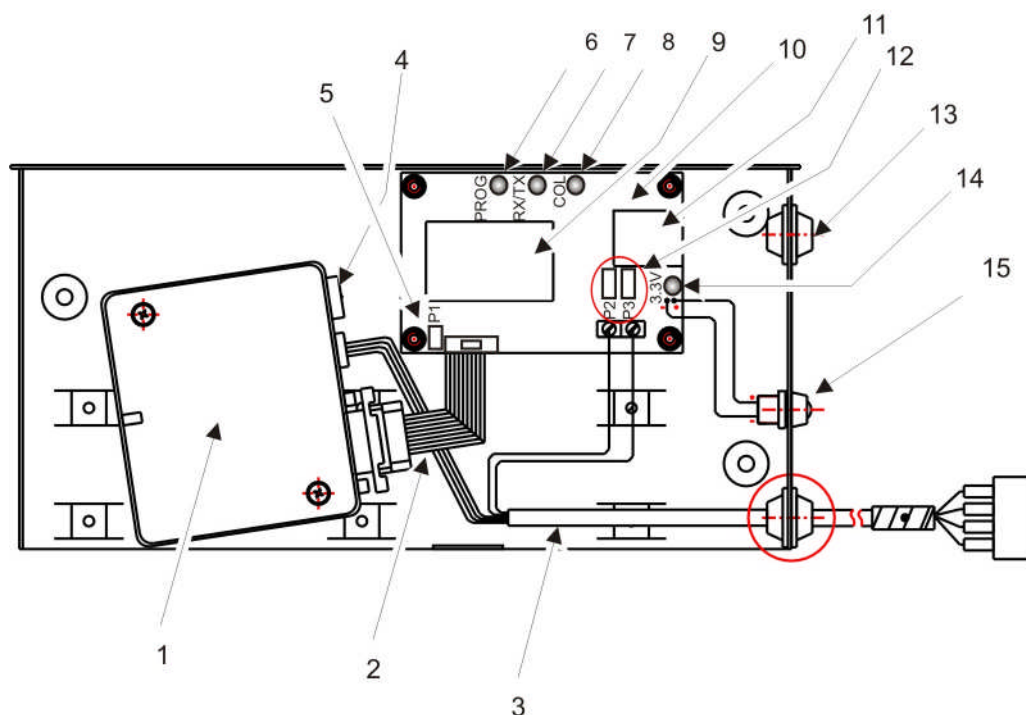

Рис. 1 Общий вид БМ.
1.2.3 Внутри корпуса БМ на основании закреплены сотовый терминал Siemens TC35 (MC55) и плата контроллера TCP/IP (версия 270409) с модулем TCP/IP (модулем TCP/IP-01) на ней (см. Рис. 1).